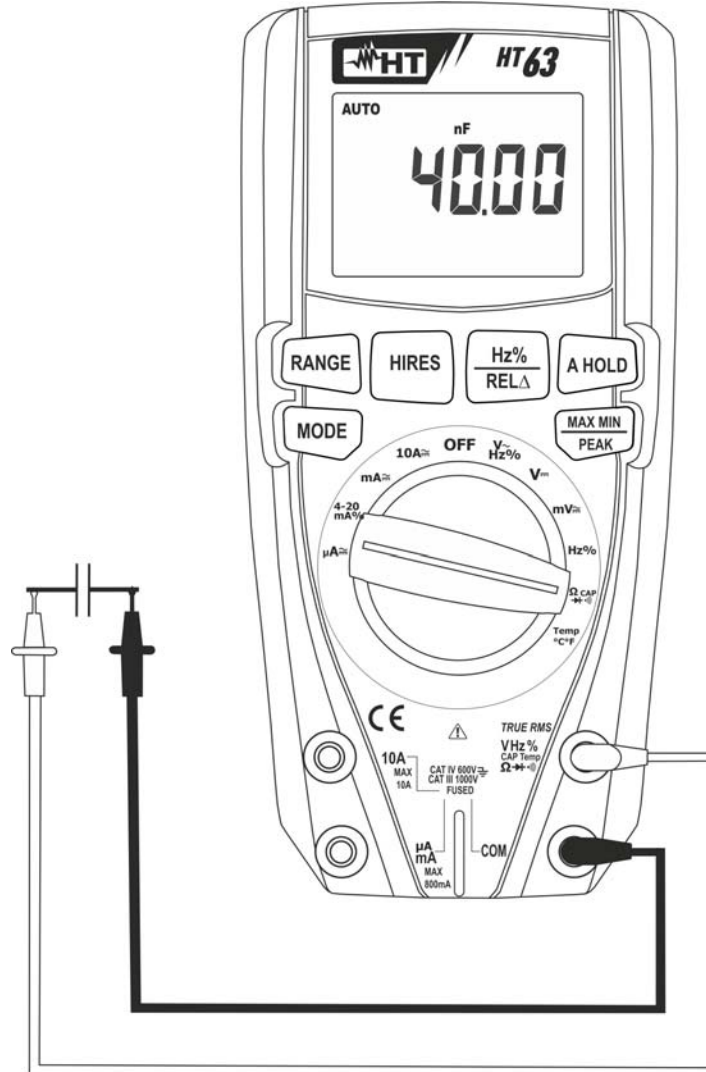

Fig. 7: Mesure de capacité
5. Positionner les embouts aux extrémités du condensateur sous test en respectant, éventuellement, les polarités positives (câble rouge) et négatives (câble noir) (voir Fig. 7). La valeur de capacité sera affichée à l'écran. Le diagramme à barres analogique n'est pas actif dans cette fonction